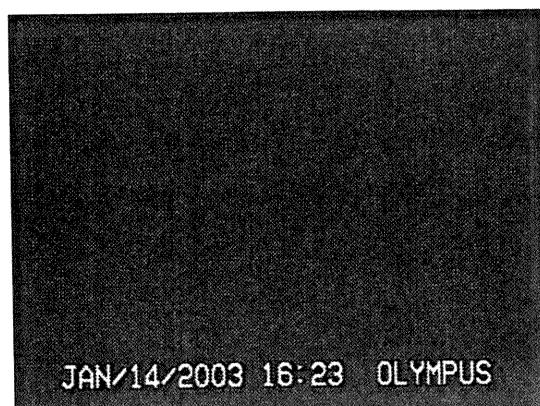

図 3.19
3. モニター上の表示が図3.19に示す状態になっていることを確認します。